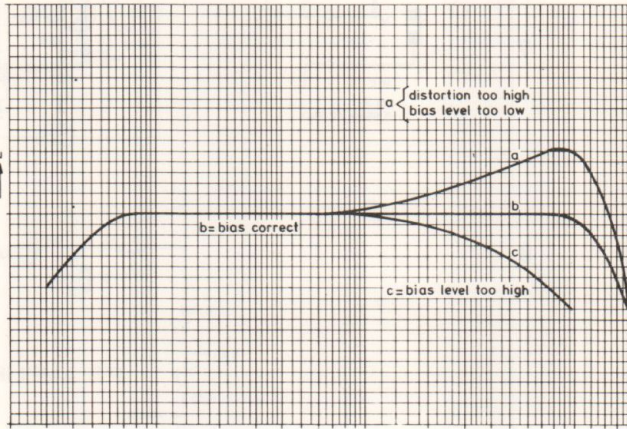

Fig. 7
- *f. When one channel is adjusted this may slightly affect the adjustment of the other channel. If the adjustment is correct the frequency response curve will be similar to curve b in Fig. 7, distortion ≤ 3%.
- *f. Lors du réglage d'un des canaux on pourrait constater qu'il y a incidence sur l'autre. Si le réglage est comme il faut, la courbe de fréquence aura la forme de celle de la Fig. 7 courbe b, distortion ≤ 3%.
- *f. Bij het instellen van het ene kanaal kan het andere iets worden beïnvloed. Bij een goede instelling zal de frequentiekarakteristiek als in Fig. 7 curve b verlopen, vervorming ≤ 3%.
- *f. Beim Einstellen des einen Kanals kann der andere etwas beeinflusst werden. Bei einer entsprechenden Einstellung verläuft der Frequenzgang wie in Abb. 7, Kurve b, Verzerrung ≤ 3%.
- *f. Quando viene regolato un canale, questo può influire sulla regolazione dell'altro. Se la regolazione è corretta la curva della riposta in frequenza sarà simile alla curva b della Fig. 7. Distorsione aumenterà ≤ 3%.
— In case of possible audible deviations of the set in the "Dolby on" mode it is recommended first to check and measure the set in the "Dolby off" mode. It is necessary that the set functions well in the "Dolby off" mode and that the overall frequency response lies within the limits given in Fig. 7. For, possible deviations in frequency response as a result of wear, contamination or wrong adjustments (bias and AF recording current) of the recording/playback head are strongly increased in the "Dolby on" mode. In case deviations are observed during playback of cassettes which have been recorded on a second Dolby cassette recorder, it will be necessary to check that both cassette recorders have been adjusted optimally.
— Si des écarts sont audibles en position "Dolby on" il est conseillé de vérifier l'appareil et de procéder aux mesures en position "Dolby off". Il est indispensable que l'appareil fonctionne bien en position "Dolby off" et que la courbe totale de fréquence se situe dans les limites données en Fig. 7. Des écarts éventuels à la courbe de fréquence à la suite d'usure, d'encrassement ou de réglages erronés (du courant d'enregistrement BF et de prémagnétisation) de la tête enregist./reprod. sont fortement amplifiés lorsque le Dolby est enclenché. Au cas où l'on remarque des écarts à la reproduction de cassettes que l'on a enregistré à l'aide d'un second magnétophone-cassette, il faudra s'assurer que les deux appareils jouissent d'un réglage optimal.
— Se delle variazioni sono udibili in posizione "Dolby on" consigliamo di verificare l'apparecchio e di procedere alle misure in posizione "Dolby off". È essenziale che l'apparecchio funzioni bene in posizione "Dolby off" e che la curva totale di frequenza rimanga nei limiti dati in Fig. 7. Delle variazioni eventuali della curva di frequenza in conseguenza di logorìo, di insudiciamento o di regolazioni sbagliate (corrente di registrazione BF e premagnetizzazione) della testina registr./riprod. sono molto amplificati quando il "Dolby" è in marcia. Nel caso ovè si avverte delle variazioni alla riproduzione di cassette che sarebbero registrate per mezzo di un secondo registratore a cassette, occorrerà assicurarsi che i due apparecchi siano ottimamente regolati.
— Bij eventuele hoorbare afwijkingen van het apparaat in de positie "Dolby on" is het aan te bevelen het apparaat eerst te kontroleren en te meten in de positie "Dolby off". Het is noodzakelijk dat het apparaat goed funktioneert in de positie "Dolby off" en dat de "overall" frekwentiekarakteristiek binnen de grenzen ligt, welke in Fig. 7 zijn aangegeven. Eventuele afwijkingen in frequentiekarakteristiek tengevolge van slijtage, vervuiling of foutieve instellingen (Bias en LF opneemstroom) van de opneem/weergeefkop worden met ingeschakelde Dolby n.l. sterk vergroot. In het geval dat men afwijkingen waarneemt tijdens het weergeven van cassettes welke men op een tweede Dolby cassetterecorder heeft opgenomen, dient men zich ervan te overtuigen dat beide cassetterecorders optimaal zijn afgeregeld.
— Bei etwaigen hörbaren Abweichungen des Geräts in der Stellung "Dolby ON" empfiehlt es sich, zuerst das Gerät in der Stellung "Dolby OFF" zu prüfen und zu messen. Das Gerät muss unbedingt in der Stellung "Dolby OFF" einwandfrei funktionieren und der Gesamtfrequenzgang muss unbedingt in den Grenzen liegen, die in Bild 7 enthalten sind. Etwaige Abweichungen in Frequenzgang infolge Abnutzung, Verschmutzung oder Fehleinstellungen (Vormagnetisierung und NF-Aufnahmestrom) des A/W-Kopfes werden mit eingeschaltetem Dolby nämlich stark vergrößert. Falls Abweichungen während der Wiedergabe von Cassetten die mit einem zweiten Dolby-Cassettenrecorder aufgenommen worden sind, festgestellt werden, muss man sich davon überzeugen, dass beide Cassettenrecorder optimal eingestellt worden sind.